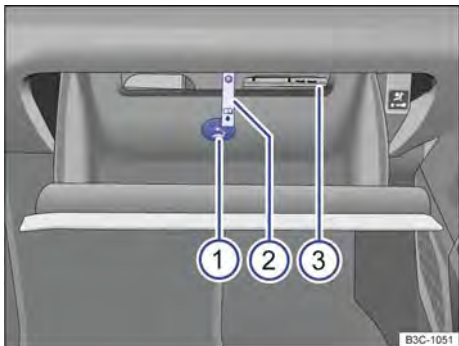

Fig. 161 Porta-luvas aberto.
O compartimento da literatura de bordo encontra-se no porta-objetos basculante superior → Fig. 161 ③.